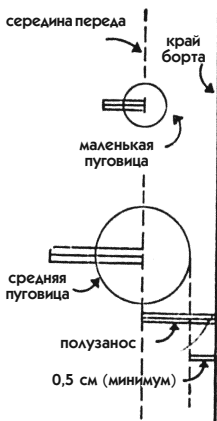

Рис. 167
- для **средних и крупных пуговиц**:  $\frac{1}{2}$  диаметра пуговицы + 0,5 см (см. рис. 167).
Сравните обе пуговицы на рис. 167. Проведите линию края борта параллельно срединной линии, как показано на рис. 165 (для этого примера возьмите ширину полузаноса 2 см).
вины. Но если эта пуговица предназначена специально для того, чтобы плотнее застегнуть горловину, можно расположить ее ближе к горловине, чем к краю борта, но не менее чем на 0,5 см (эти 0,5 см отсчитываются не от центра пуговицы, а от ее внешнего контура, как показано на рис. 167).